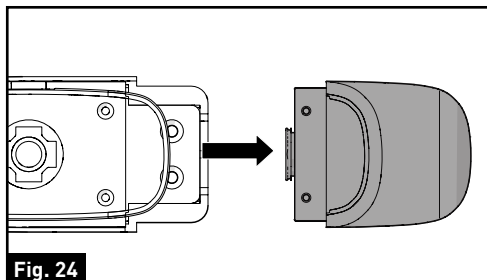

Fig. 24
4. Tire para quitar la parte decorativa del semáforo y guárdela en un lugar seguro en caso de uso futuro. (Fig. 24)